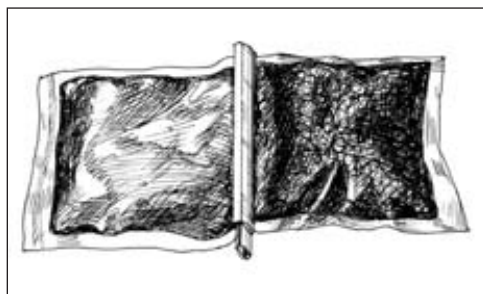

Рис. 3.8 - Полиэтиленовый пакет с герметиком ВИЛАД 13
3.1.13. Из пакета, ламинированного алюминиевой фольгой вынимают полиэтиленовый пакет с герметиком ВИЛАД 13, разделенный разъёмной перемычкой на две секции (рис. 3.8).